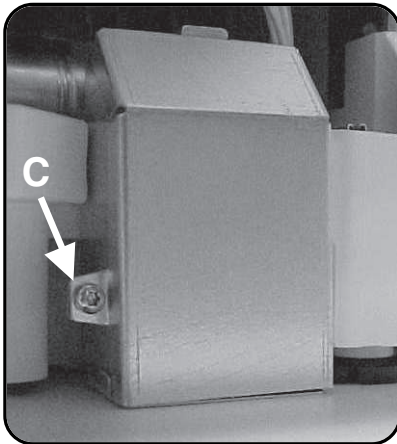

Figure 13/Ilus. 13
1) Remove the junction box cover by removing the screw on the left side of the junction box, as shown in Figure 13, letter C, and lifting the junction box cover up and off.
- 1) Retirer le couvercle en enlevant la vis sur le côté gauche de la boîte comme à la figure 13, lettre C et enlever le couvercle en le soulevant.
- 1) Quite la tapadera de la caja de conexiones por medio de desarmar el tornillo en el lado izquierdo de la caja, como muestra la flecha C en la Ilustración 13, y elevar la cubierta hasta que se suelte.